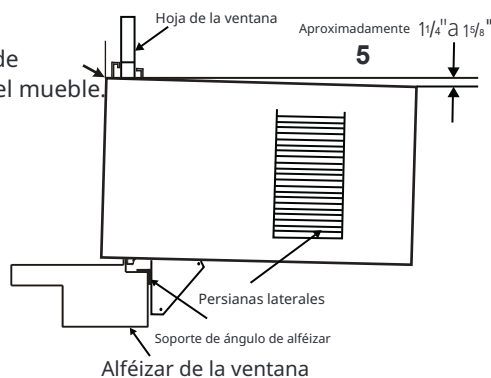

Fig.14
- NOTA: Compruebe que el aire acondicionado está inclinado hacia atrás aproximadamente $1/4"$ a $1/8"$ (inclinado alrededor de 3° a 4° hacia abajo hacia el exterior). Después de la instalación adecuada, el condensado no debe drenar del orificio de drenaje de desbordamiento durante el uso normal, corrija la pendiente de lo contrario (Fig.14).